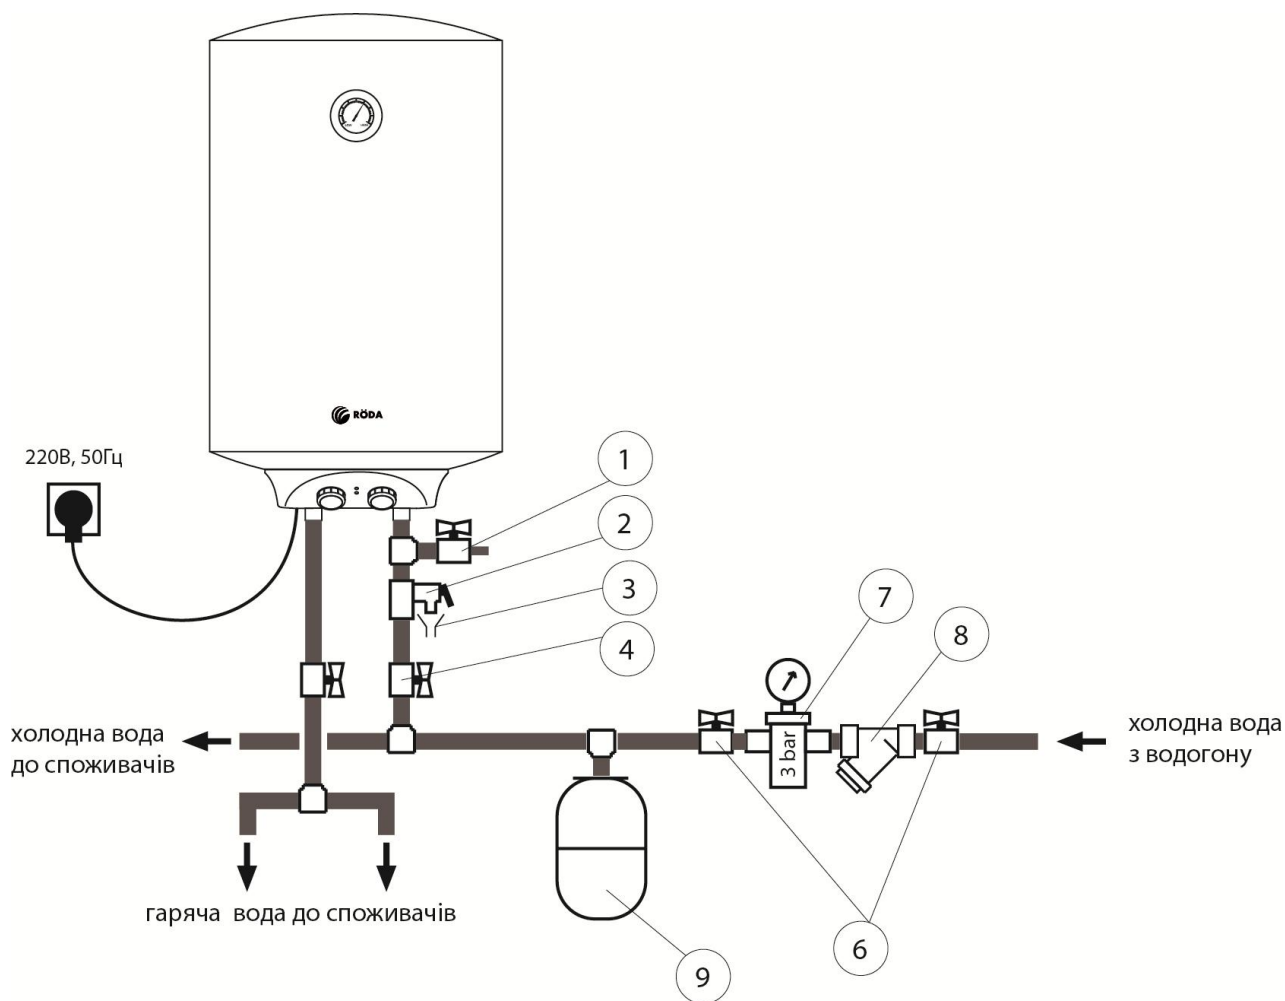

Рис.4 – Схема підключення до водогону.
До патрубку викиду води з запобіжного клапану слід підключити гнучку трубку та вивести її до каналізації. При перевищенні максимального робочого тиску води в водонагрівачі, запобіжний клапан відкриється та зіллє деяку кількість води в каналізацію. При цьому тиск у водонагрівачеві зменшиться. Запобіжний клапан захистить ваш водонагрівач від виходу із ладу при перевищенні тиску. Запобіжний клапан також виконує функцію зворотнього клапану, він не дозволяє воді з приладу витікати в мережу холодного водопостачання. Тому встановлювати запобіжний клапан потрібно тільки на вході холодної води під нагрівачем, як показано на рис. 4.
Відсічні крани 4 (див рис.4) призначені для відключення водонагрівача при проведенні робіт з ремонту або технічного обслуговування.
- Запобіжний зворотній клапан слід встановлювати на вході холодної води (див. рис. 4)
- Під час нагріву води з отвору викиду води запобіжного клапана може надходити вода. Це нормальне явище. Однак, у випадку великих витоків слід зв'язатися з фахівцями з технічного обслуговування. Отвір викиду води із запобіжного клапана ні за яких обставин не повинен бути заблокований, в іншому випадку це може призвести до виходу водонагрівача з ладу. При частому спрацюванні запобіжного клапана необхідно проконтролювати тиск холодної води на вході і якщо він перевищує 6 бар встановити редуктор тиску та розширювальний бак (див рис.4).
- Для зливу води з водонагрівача краще встановити додатковий кран, як вказано на рис.4 , поз 1. Також злити воду з водонагрівача можна за допомогою зворотнього запобіжного клапана, перекривши при цьому подачу холодної води у водонагрівач, відкривши дренажну ручку на запобіжному клапані. При цьому злив води з водонагрівача повинен здійснюватися через дренажний отвір у клапані в систему відводу каналізації (при зливів води відкрийте на змішувачі кран гарячої води для впуску повітря)
- Відкрити кран зливу води з водонагрівача (поз 1 на рис.4) або відкрити запобіжний клапан та злити воду з нагрівача. Для злиття води використовуйте гумову трубку направлену в каналізацію. Кран гарячої води на змішувачі повинен бути відкритий під час зливу.